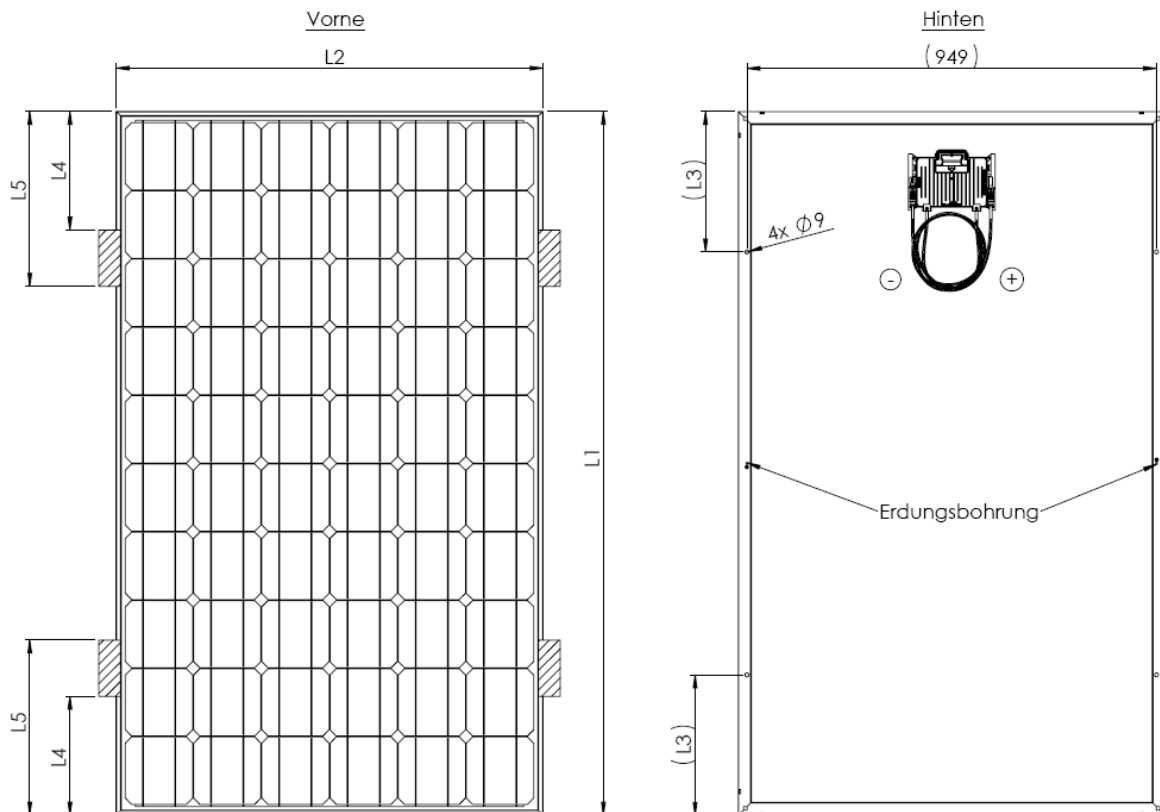

Figura 1: Posti di fissaggio modulo PV
- Nel caso del serraggio per il fissaggio dei moduli, la superficie dovrebbe corrispondere a circa 800mm^2 a singolo serraggio. A questo proposito vanno utilizzati sistemi di fissaggio proposti dai rivenditori autorizzati. Questi vanno montati come rappresentato in figura 1 nella parte tratteggiata. Le misure di lunghezza vengono rappresentate nella tabella 1a secondo del tipo di modulo.
- I moduli devono, come mostrato in figura 1 e indicato in tabella 1, essere montati nei 4 punti predefiniti.
- I moduli vanno messi a terra tramite i fori previsti sul telaio del modulo (vedi figura 1) o a regola d'arte tramite altri materiali elettrici di conduzione come ad esempio la struttura portante. Questo lavoro può essere eseguito soltanto dal personale qualificato.